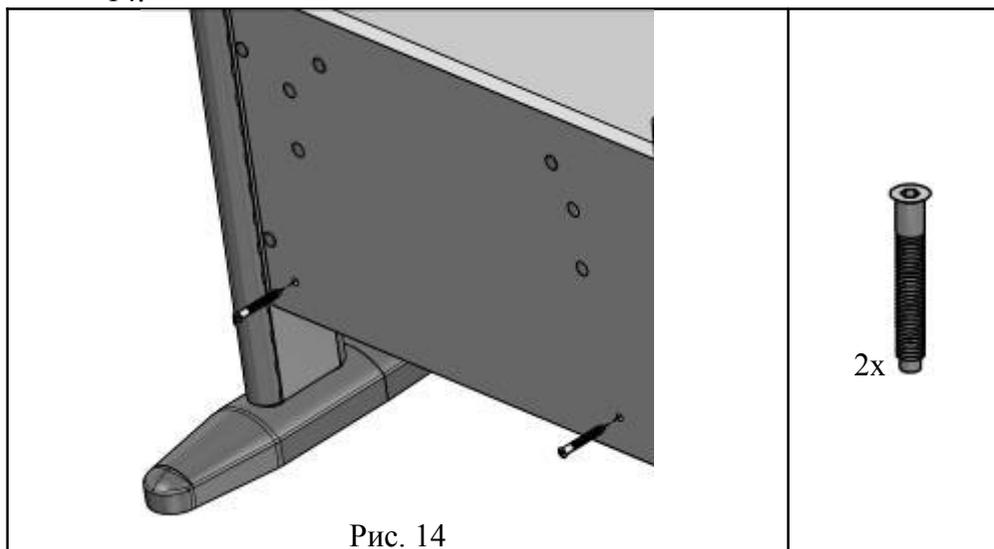

Рис. 14
4.7.2. Прикрутить винты конфирмат (поз. 1 пакет №14) согласно рис. 14.